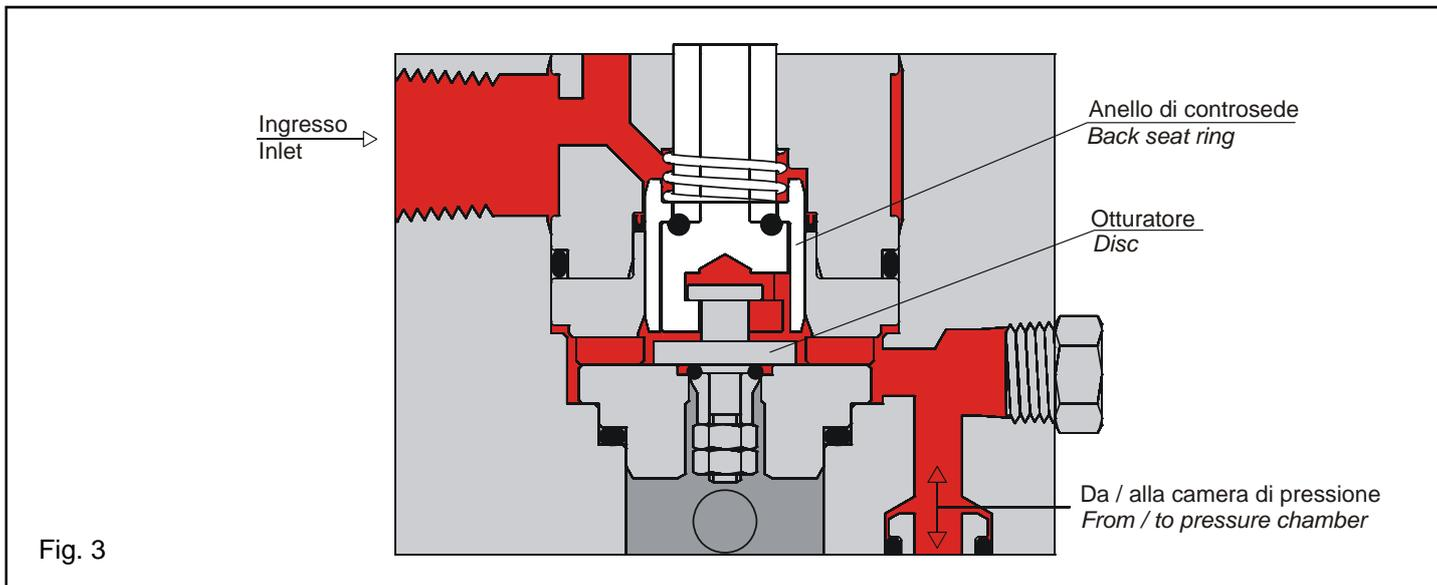

Fig. 3
Aumentando ulteriormente la pressione di processo l'alzata dello stelo aumenta fino ad agganciare l'otturatore. L'anello di controsede si muove assieme allo stelo. La compressione della molla aumenta. La camera di pressione rimane isolata (Fig. 3).
*A further increase of the process pressure produces an additional lift of the spindle up to engage the disc. The back seat ring moves together with the spindle. The spring compression is increased. The valve pressure chamber remains isolated. (Fig. 3).*